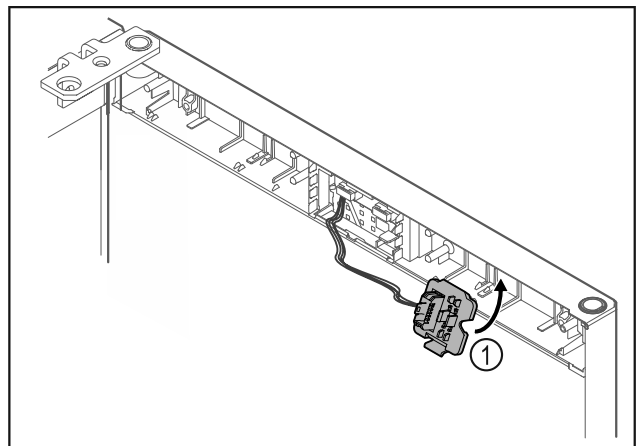

Fig. 19
- ▶ Stekkerhouder Fig. 19 (1) aan tegenoverliggende zijde vergrendelen.